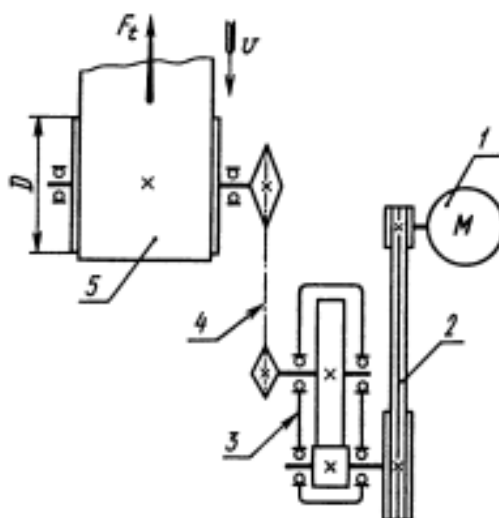

Рисунок 12 Схема привода ленточного транспортера:
1. Ознакомится с заданием рисунок 12.